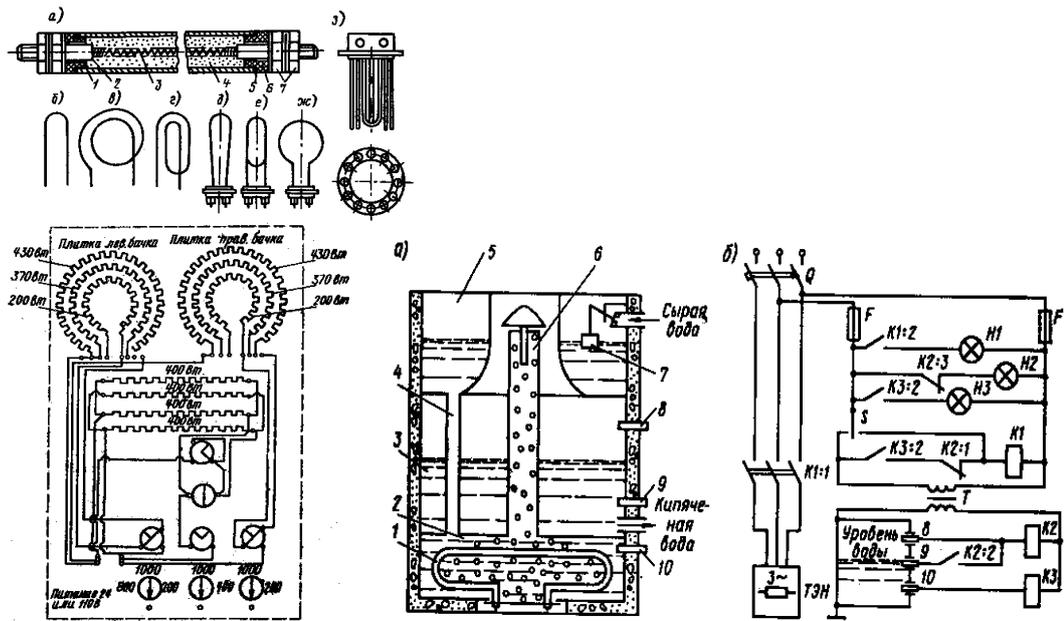

Рис. 2
2. Конструкция электронагревательных элементов, правила эксплуатации и ТБ электронагревательных элементов и приборов (рис. 2). Состав и работа схем судового камбуза типа КК-1, кипятильника непрерывного действия. Правила ТЭ и ТБ, требования Регистра.